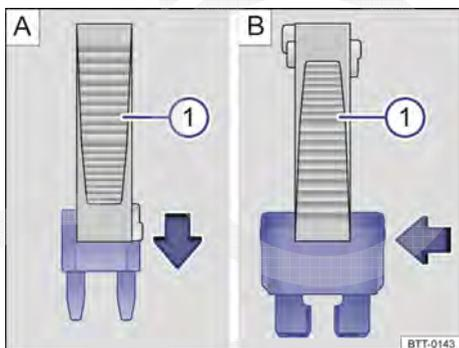

Fig. 246 Remover ou instalar um fusível com a garra da pinça de plástico **①**.
- Se necessário, retirar a pinça de plástico → **Fig. 246** **①** da cobertura da caixa de fusíveis.
- No caso de *fusíveis pequenos*, encaixar o grampo **①** por cima **A**.
- No caso de *fusíveis maiores*, empurrar o grampo **①** lateralmente sobre o fusível **B**.
- Caso o fusível esteja queimado, substituir o fusível por um novo da *mesma* intensidade (mesma cor e inscrição) e do *mesmo* tamanho → **①**.